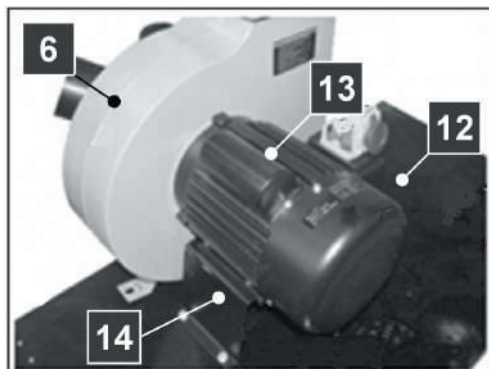

Рис. 18
- Прикрепив болтами к двигателю (13) его опору (14), закрепите болтами на основании (12) корпус вентилятора (6) с двигателем в сборе (рис. 18).